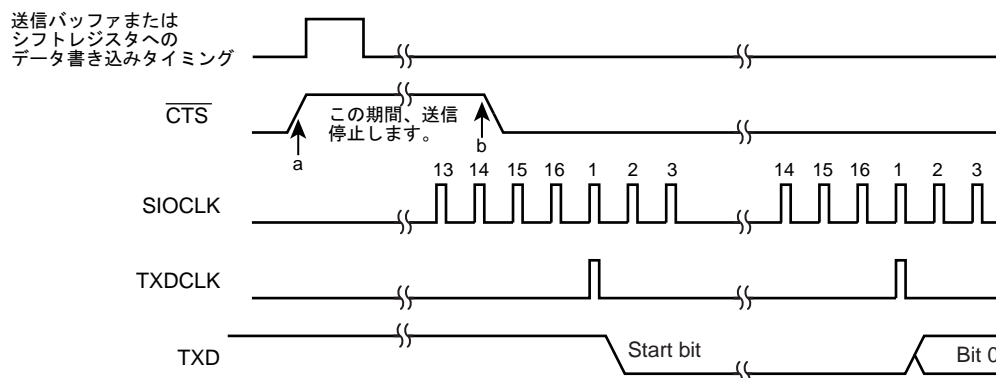

図 15-9 $\overline{\text{CTS}}$ 信号のタイミング
- 注 1) 送信中に $\overline{\text{CTS}}$ 信号を立ち上げた場合、送信終了後に停止します。(図 15-9 の a 点を参照)
- 注 2) $\overline{\text{CTS}}$ 信号立下り後の最初の TXDCLK クロックから送信を開始します。(図 15-9 の b 点を参照)